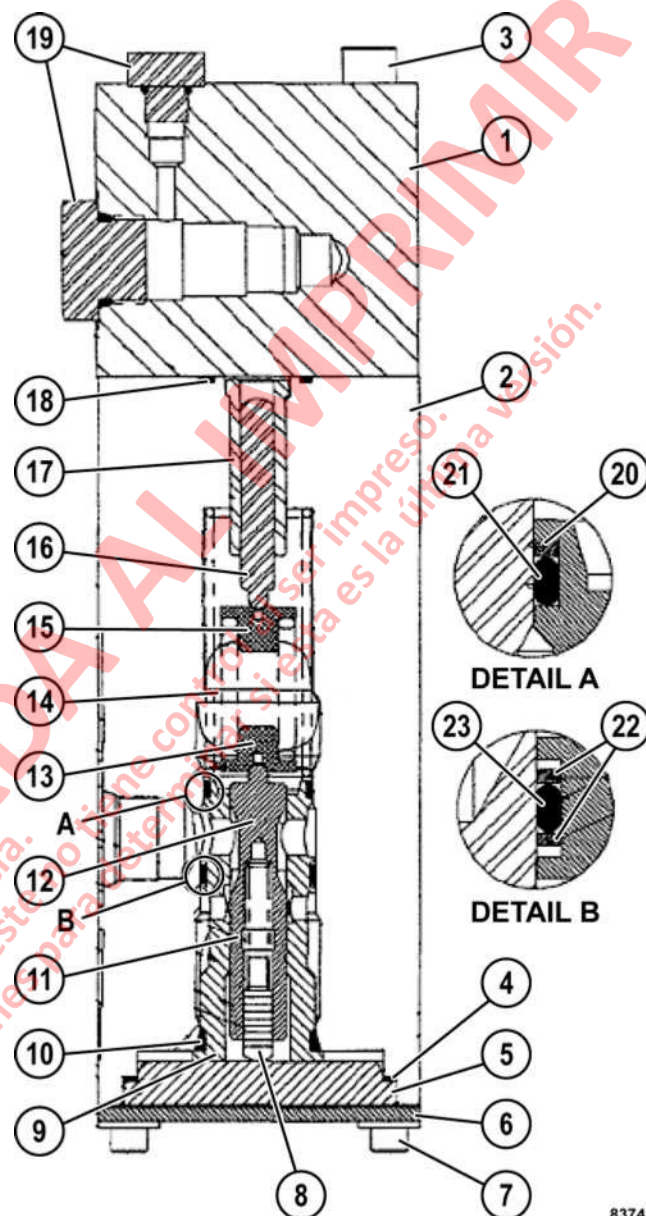

FIGURA 3-10. VÁLVULA DE RELE DUAL
2. Use un plumón para marcar el cuerpo del manifold (1, Figura 3-10) y el cuerpo de la válvula (2) para asegurar un re-Montaje correcto.
2. Aplique una delgada película de aceite hidráulico tipo C-4 a los émbolos (16, Figura 3-10) e insértelos en las camisas (17). Las camisas deben deslizarse suave y libremente en sus cavidades. Si las partes no se deslizan suavemente o si el desgaste es excesivo, cambie tanto la camisa como el émbolo.
3. Aplique una delgada película de aceite a los carretes del regulador (12) y deslícelos en las camisas (9). Los carretes deben deslizarse libre y suavemente en las cavidades de las camisas. Si las piezas no se deslizan suavemente o si el desgaste es excesivo, cambie tanto la camisa como el carrete.
1. Instale las camisas (17, Figura 3-10) en las cavidades en la parte superior del cuerpo de la válvula (2).
2. Monte los émbolos (16) en las camisas como se muestra en la Figura 3-10.
3. Aplique una película de aceite a los O-Rings (18) y colóquelos en las ranuras en la parte superior del cuerpo de la válvula.
4. Coloque el cuerpo del manifold (1) en el cuerpo de la válvula (2) alineando las marcas hechas durante el desmontaje.
5. Asegure el manifold al cuerpo de la válvula con dos pernos (20). Apriete sólo con la mano.
6. Pre-ensamble el asiento del resorte superior (15), el resorte (14) y el asiento del resorte inferior (13). Inserte este conjunto en la cavidad desde el fondo de la válvula. Asegúrese que el asiento del resorte superior esté posicionado contra el émbolo (16). Repita para la otra cavidad.
7. Monte el sello de la empaquetadura de la camisa (10). Consulte los Detalles "A" y "B", en la Figura 3-10 y monte los O-Rings (22) y (24) y los anillos de respaldo (21) y (23) en las ranuras de la camisa (9).
8. Aplique una delgada película de aceite a los sellos de la camisa. Empuje con mucho cuidado las camisas (9) hacia sus respectivas cavidades en el cuerpo de la válvula hasta que la pestaña en la base de la camisa haga contacto con el cuerpo de la válvula.
9. Pre-ensamble el carrete regulador (12) como sigue:
- a. Inserte los resortes del carrete (11) en la cavidad del carrete.
- b. Inserte los émbolos de reacción (8) en las cavidades del Carrete y resortes.
11. Monte la empaquetadura del tapón de retención de la camisa (4) en el cuerpo de la válvula.
12. Revise que los asientos del resorte (13) y (15) estén correctamente posicionados en los resortes del regulador (14) y que el émbolo de reacción (8) se deslice suavemente en su cavidad. Monte el tapón de retención (5) en el orificio rebajado del cuerpo de la válvula.
13. Coloque el retén de la camisa (6) en el cuerpo de la válvula. Monte los cuatro pernos y golillas (7). Apriete los pernos en forma uniforme para asentar correctamente el tapón (5) en el orificio rebajado. Luego apriete los pernos a un torque final de **16 – 17 N.m (140 - 150 in. lbs.)**.
14. Apriete los dos pernos (3) que sostienen el cuerpo del manifold (1) al cuerpo de la válvula (2) a **20 – 21 N.m (180 - 190 in. lbs.)**.
15. Coloque los tapones (19) en los puertos del cuerpo del manifold. Apriete los tapones más grandes a **31 – 34 N.m (275 - 300 in. lbs.)**. Apriete los tapones más pequeños (instalados en los puertos "TC1" y "TC2") a **10 – 11 N.m (90 - 100 in. lbs.)**.